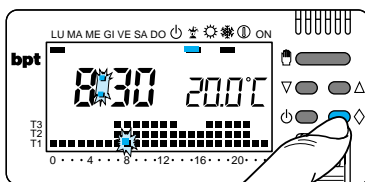

Fig. 42
9.2 - Premere il pulsante (fig.42).